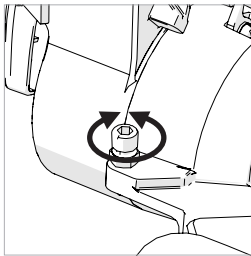

Fig. 25
- Verwenden Sie einen Sechskantschlüssel, um die Einstellschraube je nach Bedarf nach innen oder außen zu verstellen. (**Abb. 25**)